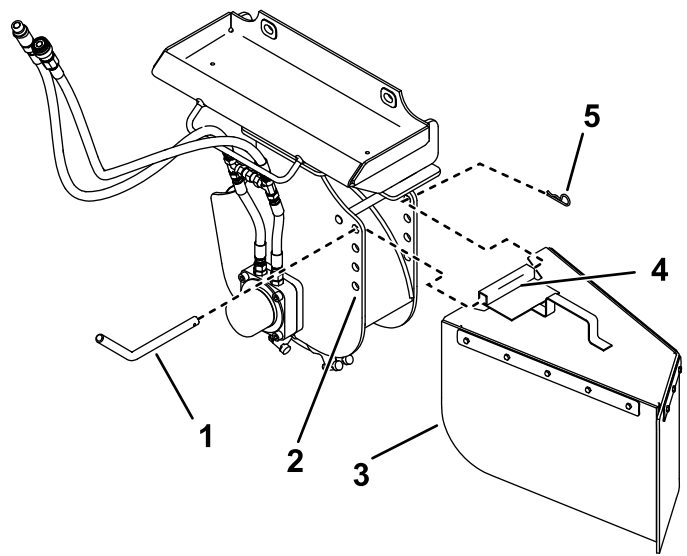

Figura 10
Il trinciaceppi è dotato di 4 serie di fori di montaggio per montare il deflettore per trucioli (Figura 10). Spostate il
1. Posizionate il tubo di montaggio del deflettore tra 2 fori sulla trinciatrice (Figura 10).
- Infilate il perno del deflettore attraverso i fori sulla trinciatrice e nel tubo di montaggio (Figura 10).
- Fissate il perno con una coppiglia (Figura 10).